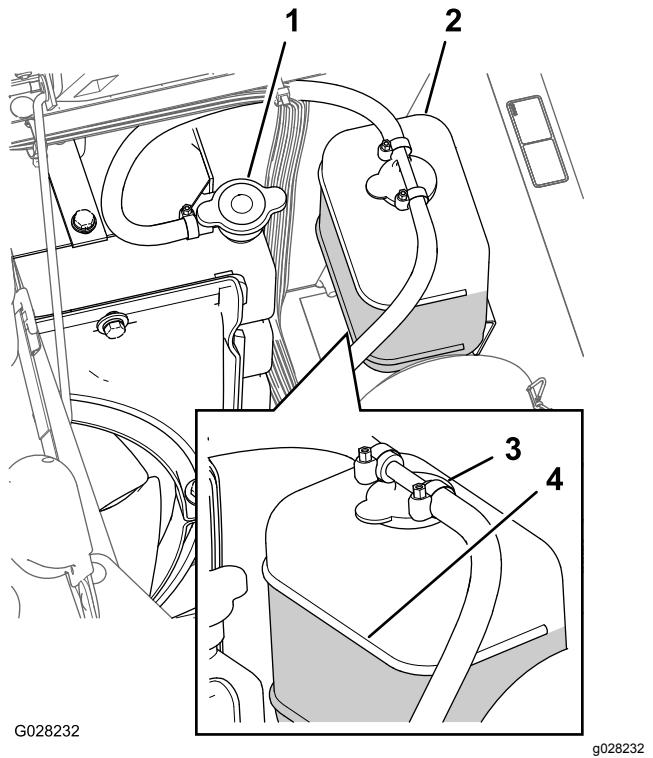

Figure 85
3. Retirez le bouchon du radiateur et le bouchon du vase d'expansion avec précaution (Figure 85).
5. Si le niveau de liquide de refroidissement est trop bas, enlevez le bouchon du vase d'expansion et le bouchon du radiateur. Remplissez le vase d'expansion jusqu'au repère maximum, et le radiateur jusqu'en haut du goulot de remplissage (Figure 85).
6. Remettez en place les bouchons du radiateur et du vase d'expansion (Figure 85).
- Lorsque le moteur est froid, retirez le bouchon du radiateur (Figure 85).
- Une fois le liquide de refroidissement chaud, faites l'appoint jusqu'à la surface d'étanchéité du bouchon et serrez ce dernier (Figure 85).
- Ouvrez le bouchon du vase d'expansion et versez du liquide de refroidissement jusqu'au niveau à froid (Figure 85).
- Retirez le bouchon de radiateur (Figure 85).
- Démarrez le moteur en ayant serré légèrement le bouchon sur le radiateur (Figure 85).